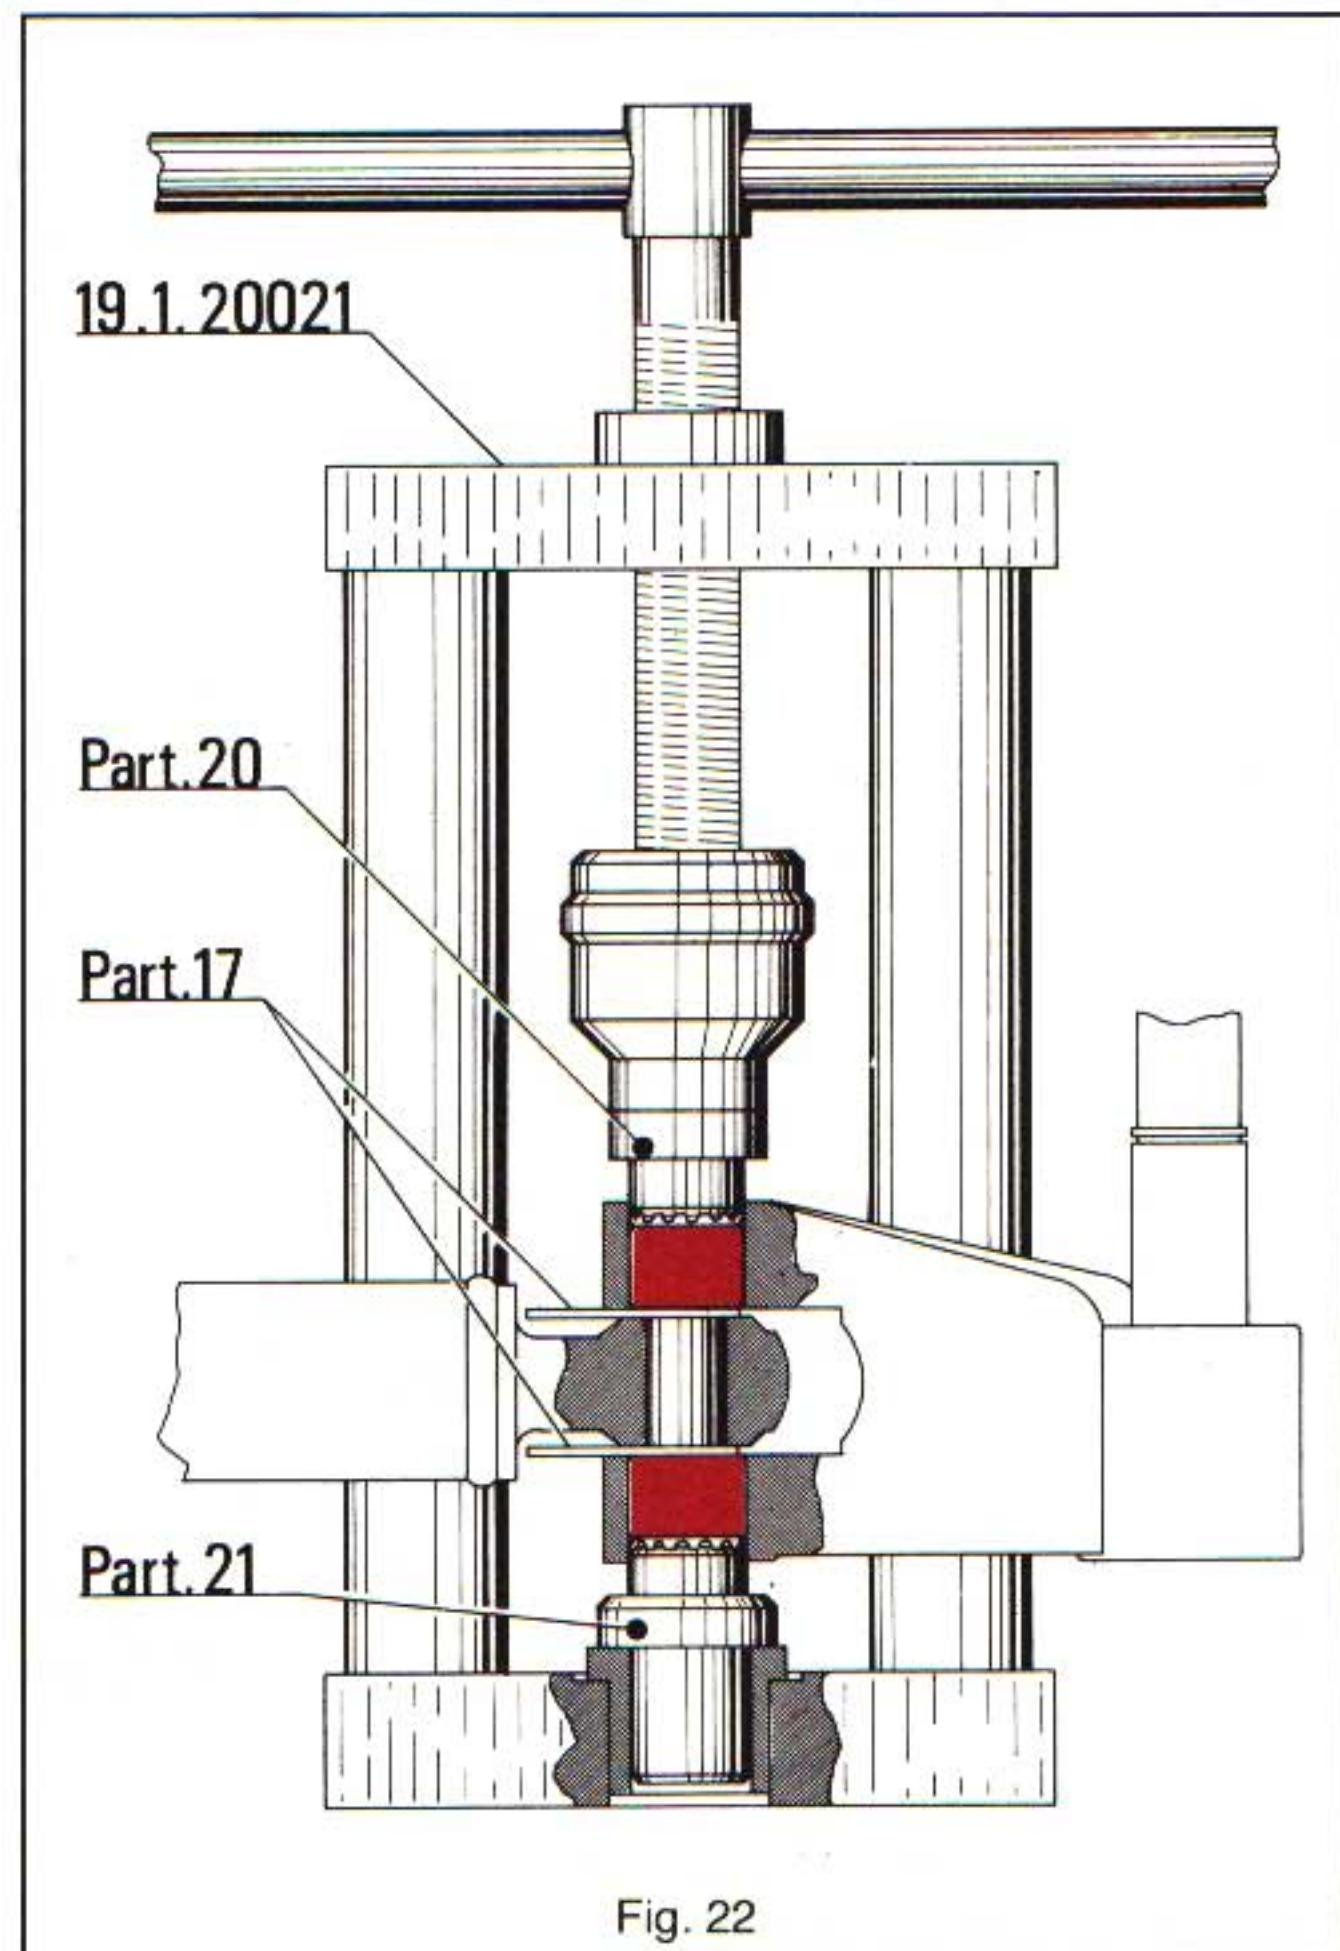

Fig. 22
Posizionamento finale delle boccole a rullini «NADELLA» sullo spinotto (estremità dello spinotto a contatto del fondo interno dei «NADELLA»), vedere fig. 22
- Impiegare l'attrezzo munito, sullo stelo, del particolare 20 e del particolare 21 sul fondo come rappresentato in fig. 22.
- Togliere a questo punto i due distanziali (particolare 17 fig. 22) e, dopo avere completamente riempito con grasso «FIAT Z2» il vano compreso tra i «NADELLA»-tubo sterzo e mozzetto oscillante, spostare gli anelli parapolvere («C» fig. 20) fino a posizionarli nel suddetto vano.
Final positioning of the roller bushes «NADELLA» on the pin (end of the pin in contact with the inner bottom of «NADELLA») see fig. 22
Use the tool endowed, on the rod, with the part 20 and 21 on the bottom as shown in fig. 22.
- Take off, now both spacers (parts 17 fig. 22) and after completely filling with grease «FIAT Z2» the space among «NADELLA», steering tube and swinging hub, displace the dust covers («C» fig. 20) until they are located in the mentioned space.
Abschließende Positionierung der «NADELLA» Nadelhülsen auf dem Bolzen (Bolzenende in Berührung mit «NADELLA» Innenende), (Seite Fig. 22)
- Man verwendet das spezifische Werkzeug mit Zusatzteil 20 auf dem Schaft und Zusatzteil 21 auf Werkzeugboden, wie in Fig. 22 abgebildet.
- Die zwei Distanzstücke (Zusatzteile 17, Fig. 22) entfernen, mit «FIAT Z2» oder gleichwertigem Fett den Raum zwischen Steuerrohr, «NADELLA» Hülsen und Schwinge füllen, dann Staubschutzringe («C» in Fig. 20) einlegen.
Mise en place des douilles à aiguilles «NADELLA» sur le pivot (extrémité du pivot à contact avec le fond intérieur des «NADELLA») (Fig. 22)
- Employer l'outil équipé sur la tige avec la pièce 20 et la pièce 21 sur le fond comme indiqué sur la fig. 22.
- Oter, à ce moment, les deux entretoises (pièce 17, fig. 22), et après avoir complètement rempli de graisse «FIAT Z2» le vide compris entre les «NADELLA», tube de direction et moyeu, déplacer les bagues pare-poussière («C», fig. 20) jusqu'à les mettre en position dans le vide susdit.